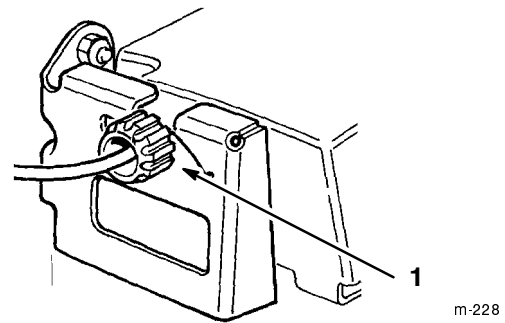

Figure 19
2. REGLAGE (Fig. 19) — Si la traction ne fonctionne pas, tourner le bouton de réglage de 1/2 tour vers la droite. Si la tondeuse a tendance à avancer lorsque la traction n'est pas engagée, tourner le bouton de 1/2 tour vers la gauche pour détendre la courroie.